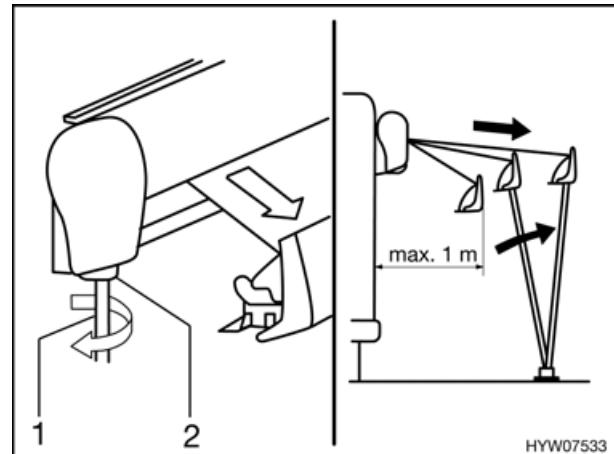

Bild 25 Markise ausfahren
- Die Kurbel (Bild 25,1) in die Bajonettfassung (Bild 25,2) der Markise stecken und entgegen dem Uhrzeigersinn drehen.